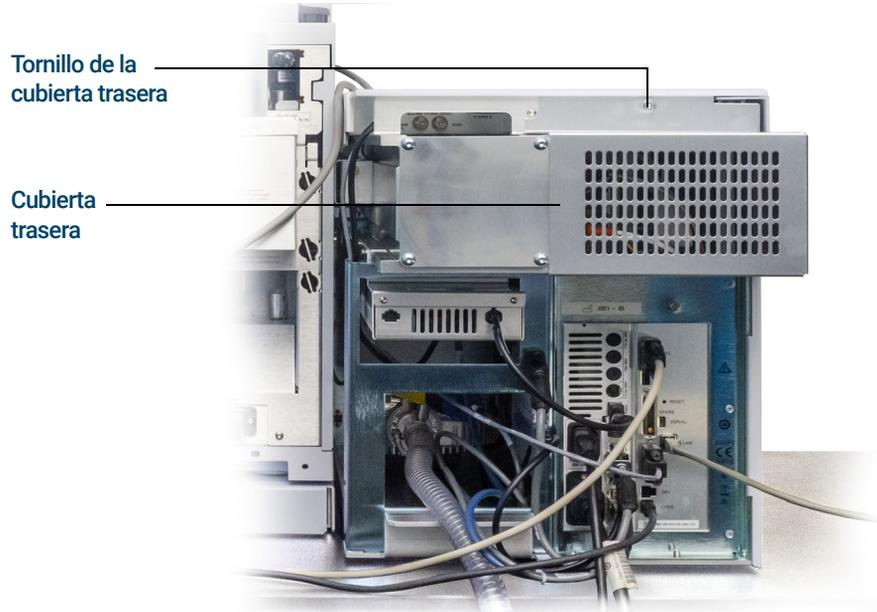

Figura 71. Retirada de cubiertas
Para poder abrir la placa lateral del analizador trasero hay que quitar la placa lateral del analizador trasero. Esto es necesario para sustituir el cuerno multiplicador de electrones. Si debe acceder a la cámara del analizador trasero, siga los procedimientos indicados a continuación para quitar la cubierta trasera. (Consulte la **Figura 71** en la página 237).
- 1 Afloje el tornillo superior de la cubierta trasera. Se trata de un tornillo cautivo, por lo que no se puede quitar del todo. (Consulte la **Figura 71** en la página 237).